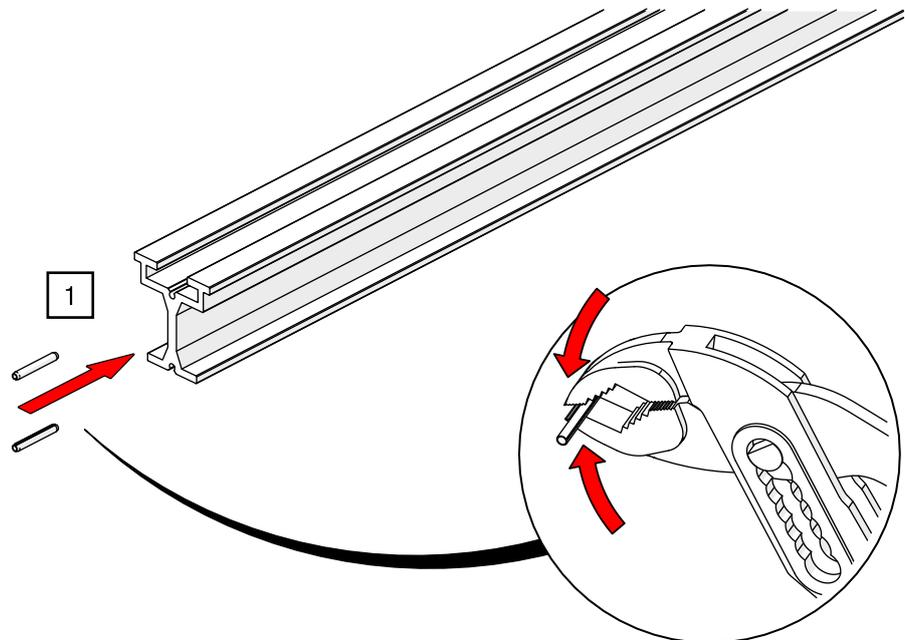

Abb. 42: Schienenverbinder – Verbindungsstift in Schienenteil einfügen
1. Drücken Sie die Verbindungsstifte leicht konisch mit einer Rohrzange zusammen und stecken Sie diese in die vorgesehenen Zentrierlöcher (siehe Abb. 42).